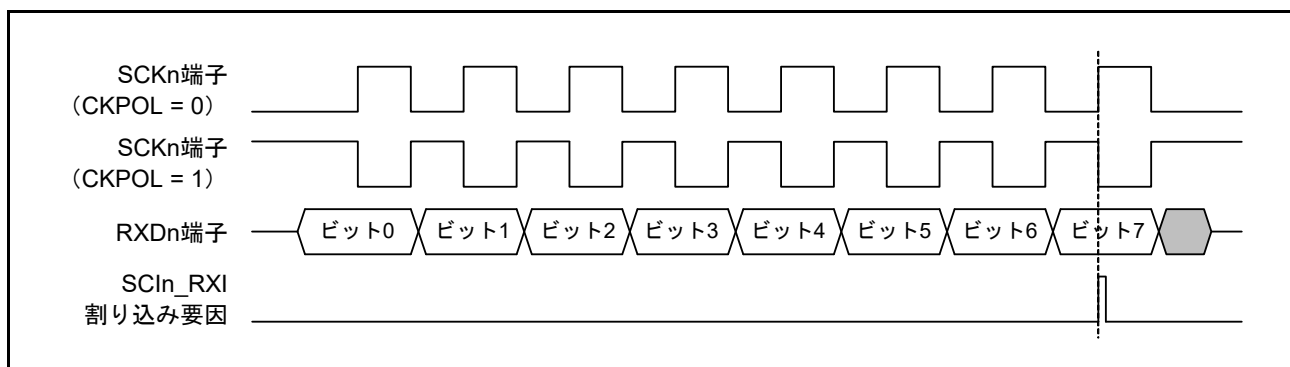

図 27.79 簡易 SPI モードにおける SCIn_RXI 割り込みの発生タイミング (クロック遅れあり)
(1) マスタモード
- クロック遅れありの設定 (SPMR.CKPHビット=1) では、図 27.79 に示すように、SCKn 端子の最終クロックエッジ手前のクロックエッジで受信データフル割り込み (SCIn_RXI) が発生します。SCR.TEビットとSCR.REビットをSCKn 端子の最終クロックエッジより前に0にすると、SCKn 端子出力がハイインピーダンスとなり、送受信クロックの最後のクロックパルス幅が短くなります。また、SCIn_RXI 割り込みの発生によって、SCKn 端子の最終クロックエッジより前に接続先スレーブのSSn 端子入力信号がHighになった場合、スレーブが誤動作する可能性があります。